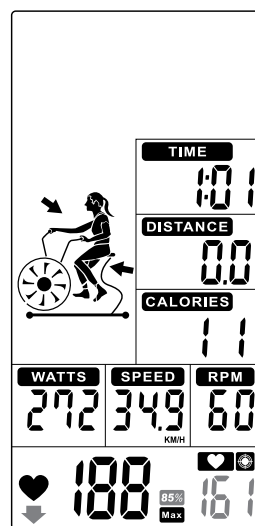

FIGURA 48
- Quando a frequência cardíaca exceder 85%, o valor ↓ e 85% piscará. Um alerta sonoro soará a cada 10s até que a frequência cardíaca do usuário caia abaixo de 85% (Figura 48).